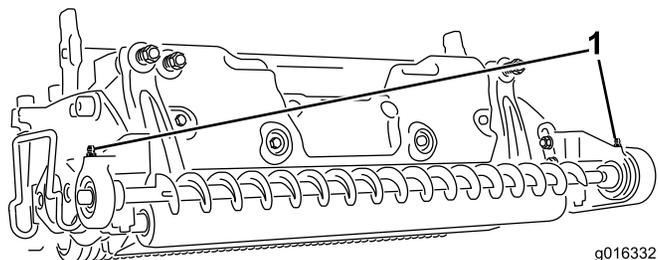

Рисунок 13
16. Закачайте в масленки на корпусе подшипника литиевую консистентную смазку № 2; см. Рисунок 13.